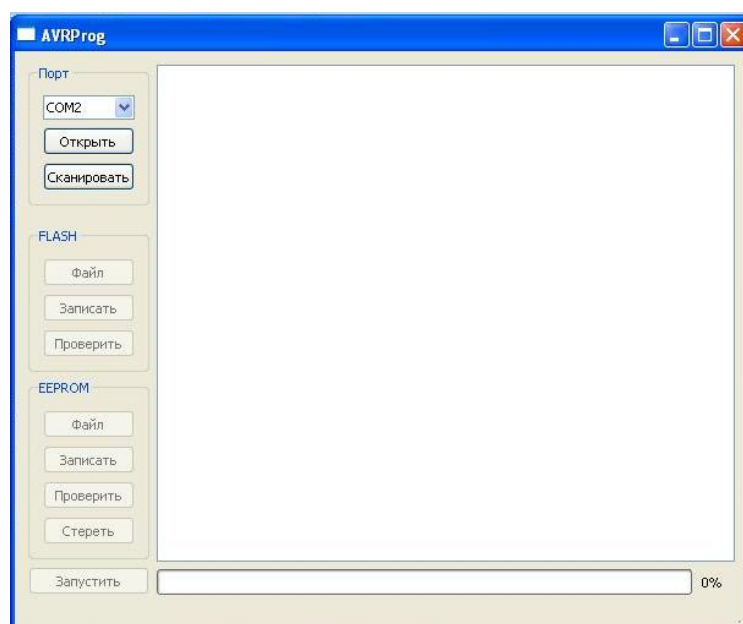

Рис.5.2
2. Закройте программы, использующие порт, к которому будет подключен модем. Нажмите кнопку “Сканировать” в окне программы. Выберите номер ком-порта, к которому будет подключен модем (рис.5.2)